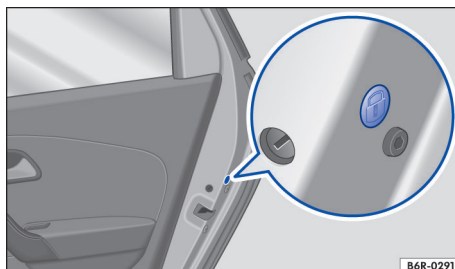

Fig. 49 Debaixo da vedação de borracha : destravamento de emergência.
- Remover a vedação de borracha da porta. A tampinha é identificada por um cadeado  → Fig. 49.